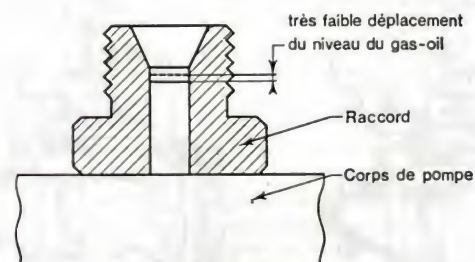

Fig. 6. — Détermination du début d'injection à la « goutte ».
- Calage dit à la « goutte » (fig. 6).